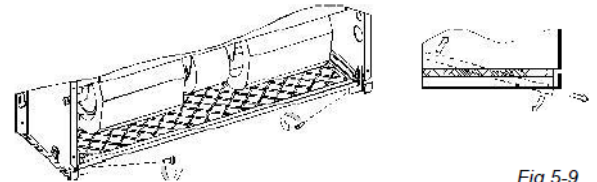

Fig.5-9
- 1) En mettant un côté du grillage d'inhalation en position droite (non-directionnelle), posez l'autre côté, puis faites glisser dans le sens de la flèche comme dans la Fig.5-9.